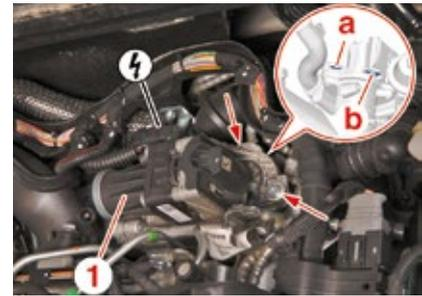

Fig. 32
- Con un cacciavite in **(a)** e **(b)**, staccare la valvola EGR **(1)** (Fig. 32).